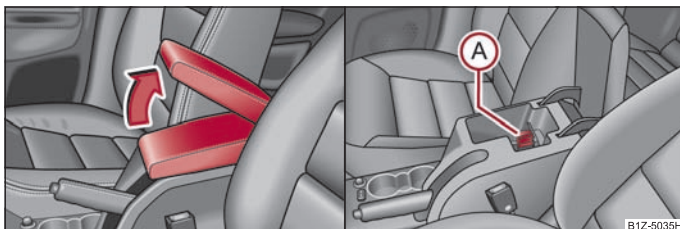

Fig. 75 Bracciolo: scomparto portaoggetti / refrigerazione scomparto portaoggetti
- Aprire il coperchio del bracciolo in direzione della freccia ⇒ fig. 75 lato sinistro.